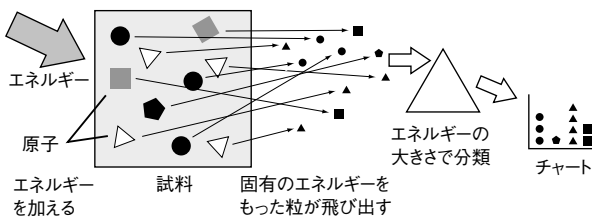

図1 機器分析のイメージ
機器分析は、①測定試料に外から何らかの「刺激」を加え、②そのときの試料からの「応答」を検出することによって行います。これらの操作は、原子のレベルでは、①原子に外部からエネルギーを加え、②そのとき原子が吐き出した、原子の種類に固有のエネルギーをもった粒を、エネルギーの大きさの順に分類してカウントすることに相当します(図1)。